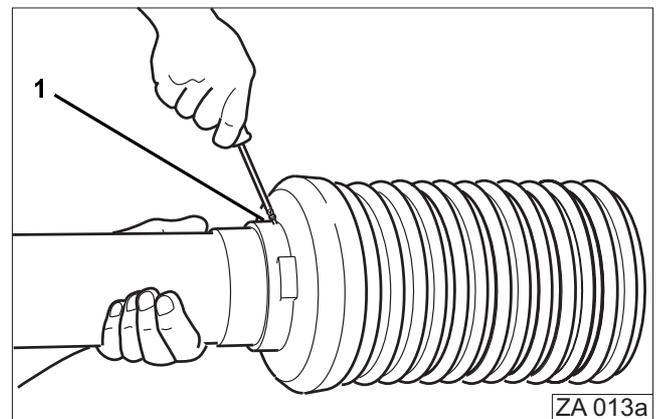

Fig. 11
- Arretierungsschraube (Fig. 11/1) herausschrauben.